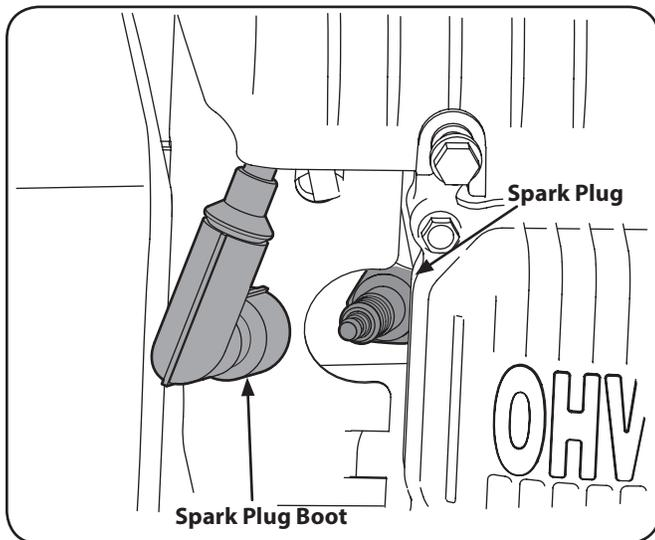

Figure 19
1. Retire la bujía y utilice una llave de bujía para desconectar el enchufe. Vea la Figure 19.